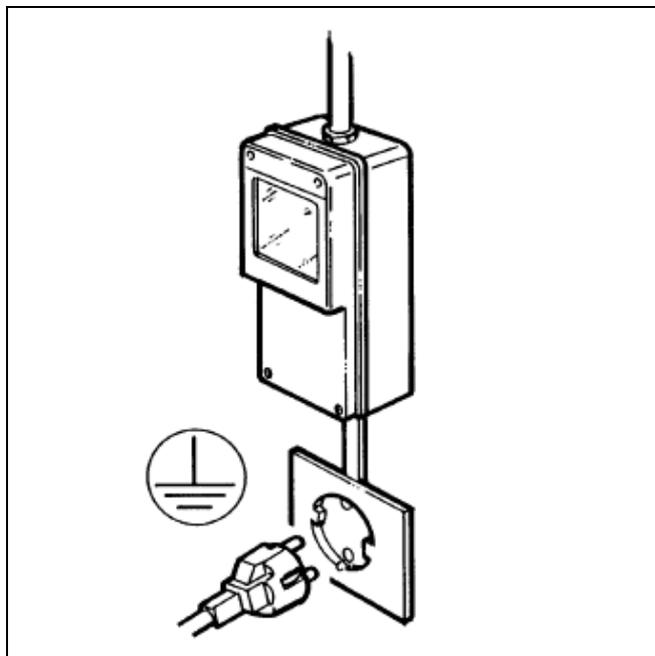

Fig. 20
- Accertarsi che il collegamento sia effettuato ad un impianto dotato di un efficace messa a terra come previsto dalle vigenti normative di sicurezza (fig.20). Il costruttore non può essere quindi considerato responsabile per eventuali danni causati dalla mancata messa a terra dell'impianto.
- È indispensabile, per una corretta e sicura installazione, predisporre un'apposita presa comandata da un interruttore magnetotermico con distanza d'apertura dei contatti uguale o superiore a 3mm, conforme alle vigenti normative nazionali di sicurezza (fig.20).